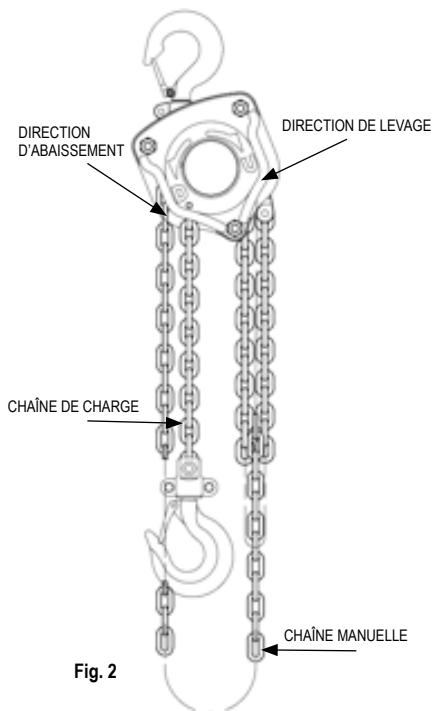

Fig. 2
- Tirer manuellement la chaîne dans la direction de levage (pour raccourcir la chaîne) ou dans la direction d'abaissement (pour allonger la chaîne). Les directions de levage / abaissement ("U"/"D") sont imprimées directement sur le corps du palan (fig. 2).